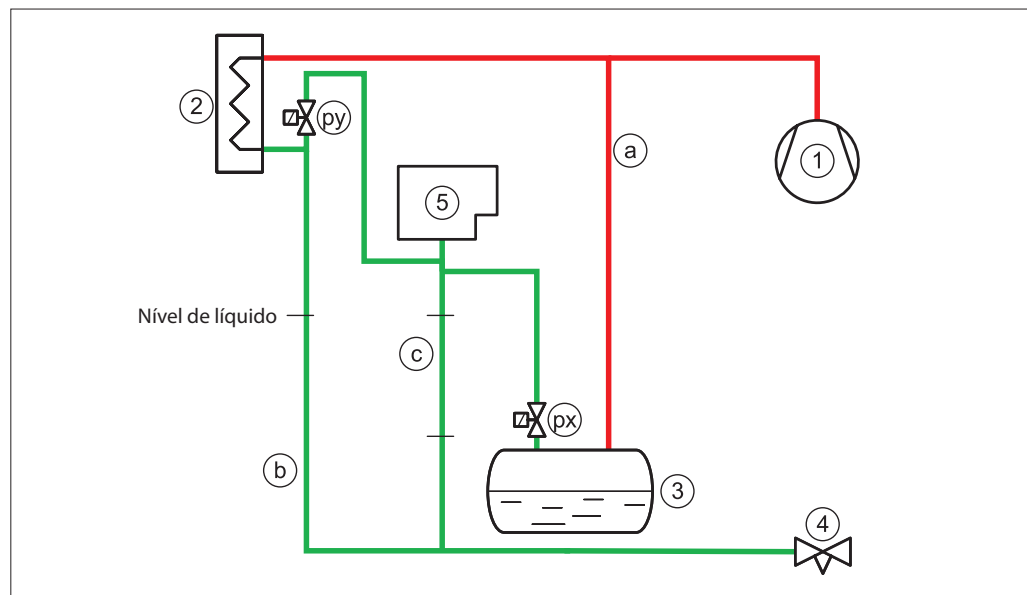
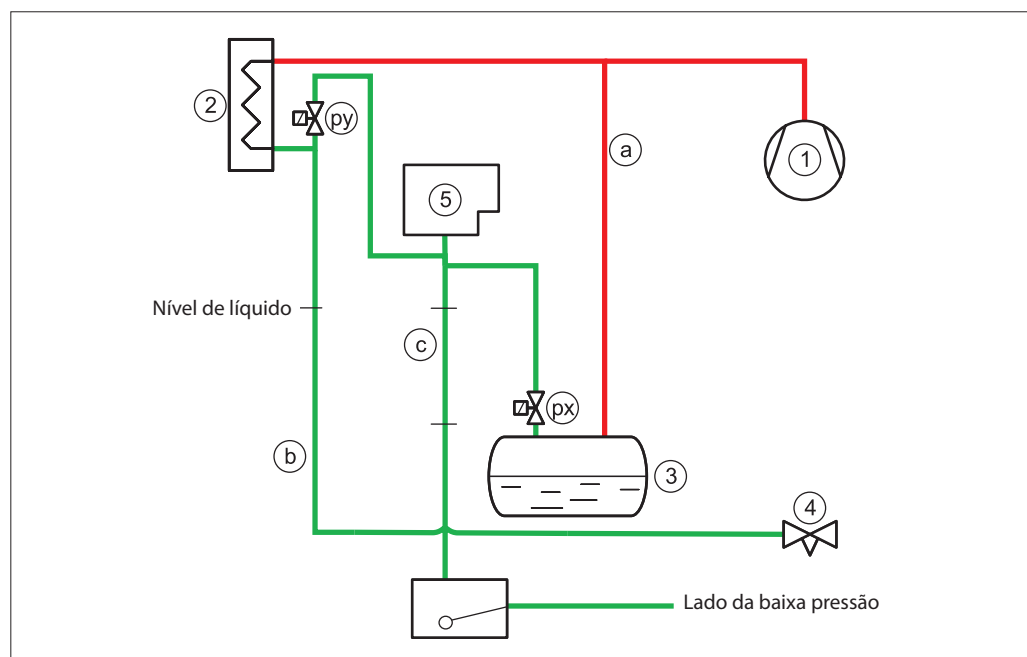

Fig. 6 Conexões do purgador (px) e (py). A tubulação de drenagem (c) deve estar na vertical/em declive
Fig. 7 Conexões do purgador (px) e (py). A tubulação de drenagem (c) deve estar na vertical/em declive
(Consulte a Fig. 6 e a Fig. 7)
de uma boia de alta pressão (6) para o lado da baixa pressão (consulte a Fig. 7).